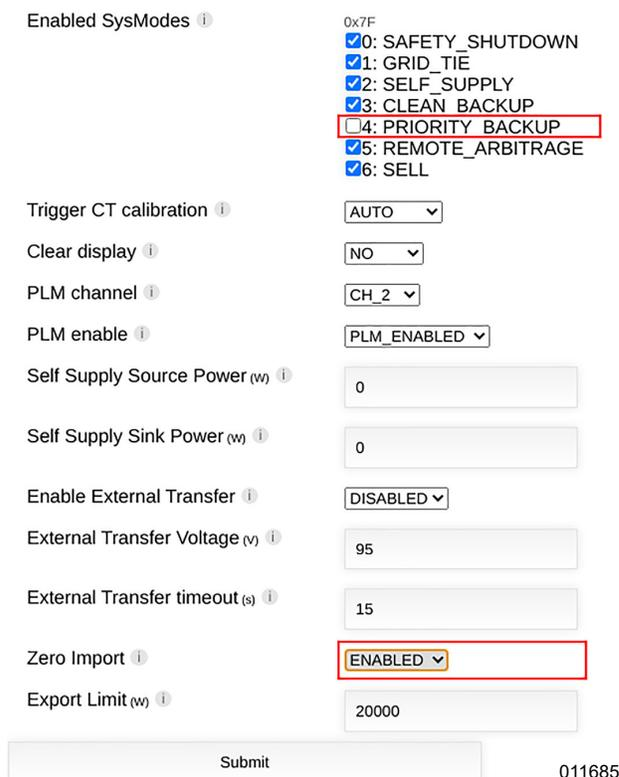

Figure 6-33. Zero Import (Importation zéro)
6. Voir Figure 6-33. Désélectionner Priority Backup (Secours prioritaire) de la liste « Enabled SysModes » (Modes système activés).